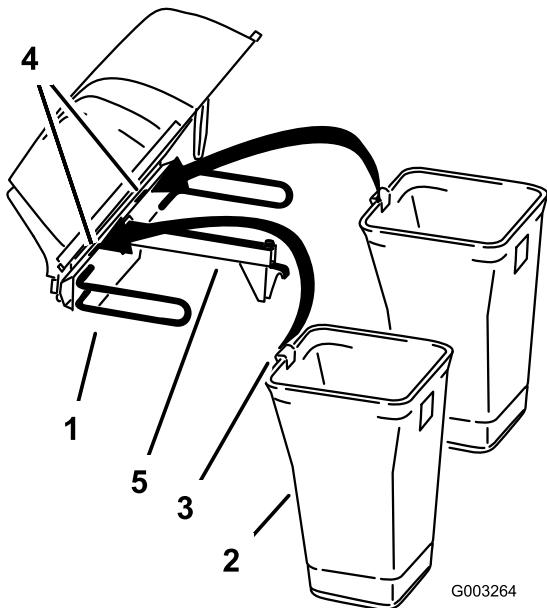
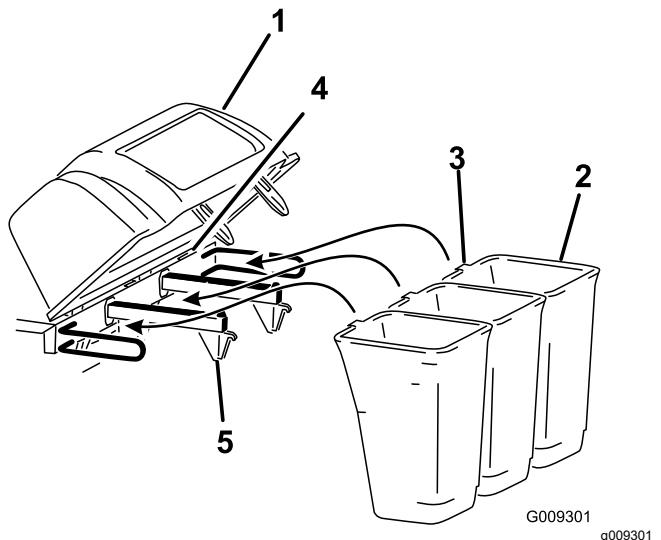

Figure 8
Figure 9
6. Insérez la languette du bac dans le cran du capot (Figure 8 ou Figure 9).